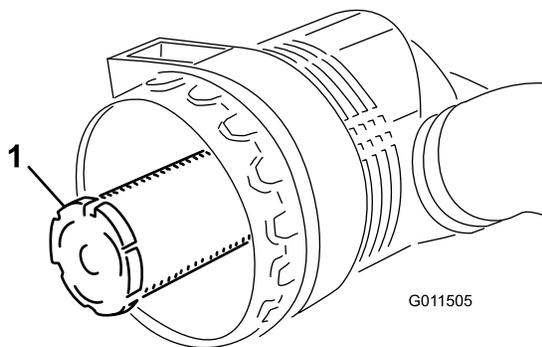

Figura 77
**Importante:** No intente nunca limpiar el filtro de seguridad (Figura 77). Sustituya el filtro de seguridad por uno nuevo después de cada tres revisiones del filtro primario.